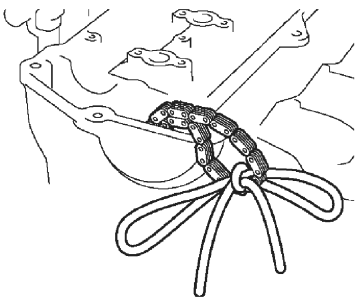
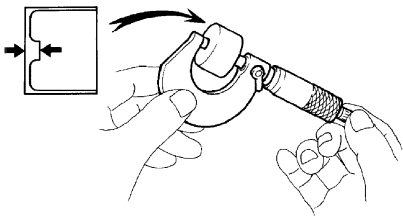

图 1-234 系住正时链条
图 1-235 测量气门挺杆厚度
- ⑭ 用手固定正时链条，拆下凸轮轴和凸轮轴正时齿轮总成。
- ⑮ 如图 1-234 所示，用一根绳子系住正时链条。
- ⑯ 拆下 16 个气门挺杆。
- ⑰ 用千分尺测量拆下的气门挺杆厚度。
- ⑱ 计算新气门挺杆的厚度，使气门间隙达到规定值，见图 1-235。